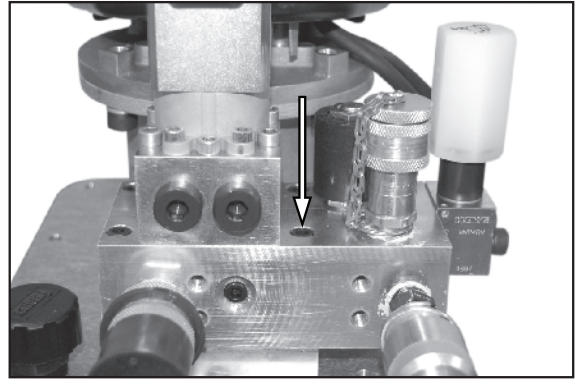

Рис. 72.
3. См. рис. 72. Снимите 4 шт. болтов и демонтируйте узел манифольда.